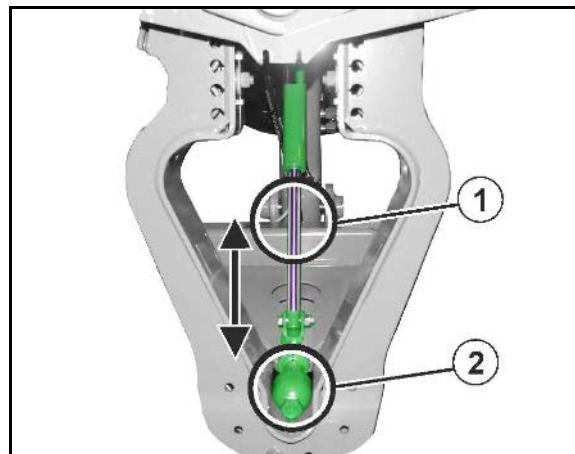

Fig. 95
**Oplåsning af svingningssudligning (Fig. 95/1):**
- Svingningsudligningen (Fig. 95/1) låser op og de udklapppede sprøjtebomme kan nu svinge frit i forhold til bomholderen. Her er svingningsudligningers beskyttelsesanordning fjernet for at give bedre overblik.
**Låsning af svingningsudligning (Fig. 95/2):****FORSIGTIG**
- Svingningsudligningen er låst (Fig. 95/2), når det lukkede lås-symbol vises i displayet på betjeningerterminalen.